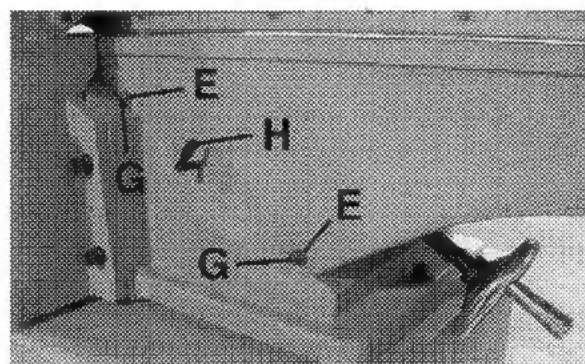

FIGURE 33
2. Pour ajuster la glissière de la table de sortie, désérrez le levier de verrouillage (H) Fig. 33. Désérrez les deux écrous de verrouillage (E) et serrez ou désérrez les deux vis d'ajustement (G) tel que nécessaire. **NOTE:** Ajustez la vis inférieure en premier et procédez aux vis d'ajustement supérieures, soulevez doucement le bout de la table. Ceci vous aidera à ajuster la glissière correctement sans que la table pend pendant l'ajustement. Serrez les deux écrous de verrouillage (E) Fig. 85, et le levier de verrouillage (H).